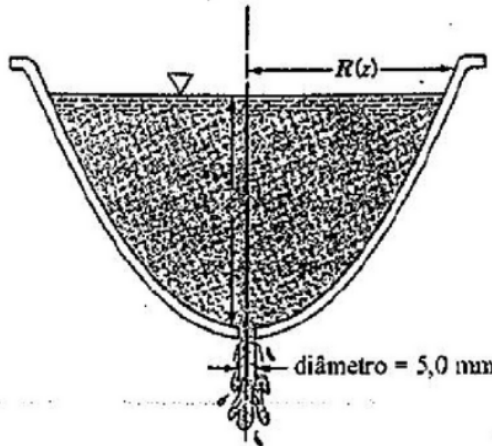

Figura P3.76
3.76 A Fig. P3.76 mostra um antigo dispositivo utilizado para medir o tempo. O formato do vaso axisimétrico é tal que o nível da água cai com velocidade constante. Determine o formato do vaso, $R(z)$, sabendo que a velocidade da superfície livre da água e o diâmetro do orifício posicionado no fundo do dispositivo são iguais a 0,10 m/h e 5,0 mm. Admita que o dispositivo opera 12 horas sem recarga.